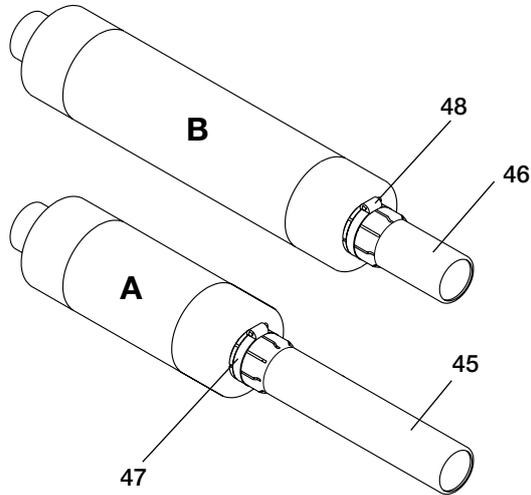

Fig. 5a
- three fuse-holders (23) complete with connections for fuses (24)
- release device for fuse intervention (25)
- three adapters for fuses (fig. 5a and fig. 6a)
- norma DIN 43625 con lunghezza massima della cartuccia e = 442 mm (fig. 5a)
- un contaimpulsu che indica il numero di manovre eseguite dal contattore (14)
- dispositivo di ritenuta meccanica completo di dispositivo di apertura manuale di emergenza (22) e dispositivo meccanico di apertura ad intervenuto fusibile (26).
- DIN 43625 standards with maximum cartridge length = 442 mm (fig. 5a)
a) Montaggio degli adattatori (fig. 5a)
a) Assembling the adapters (fig. 5a)